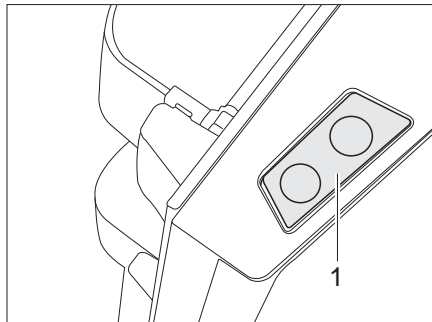

Bild 235 Entriegelungstaste der Kühlschranktür (Dometic 8er-Reihe)
- Die Entriegelungstaste (Bild 235,1) drücken und die Kühlschranktür öffnen.